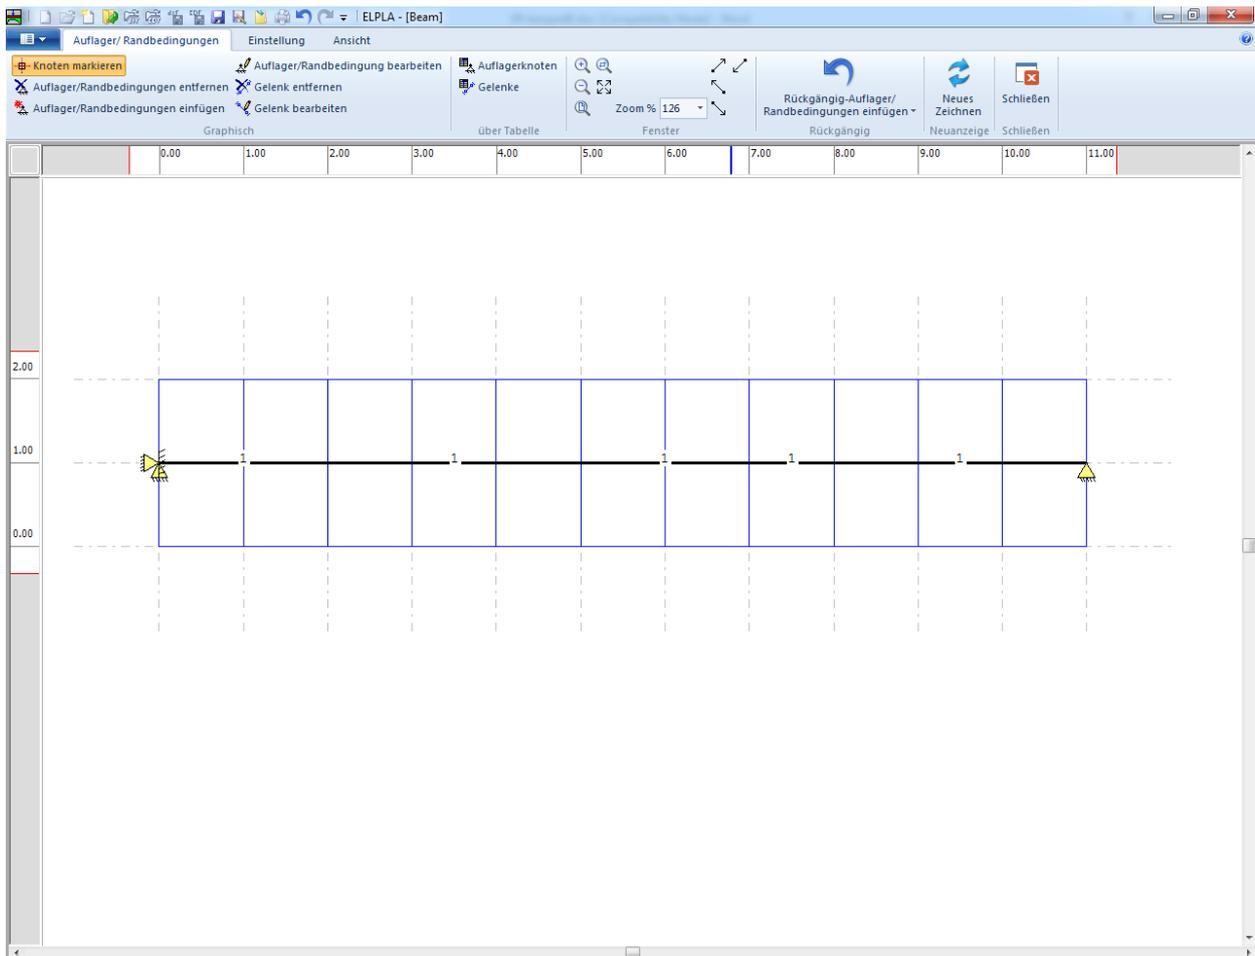

Bild 8.23 Auflager auf dem Bildschirm
Nach der Definition der Auflager sollte der Bildschirm wie das folgende Bild 8.23 aussehen.
- Wählen Sie "Speichern" aus dem "Datei"-Menü im Bild 8.23, um die Daten der Auflager zu speichern
- Wählen Sie "Schließen" aus dem "Datei"-Menü im Bild 8.23, um das Fenster "Auflager/ Randbedingungen" zu schließen und zum Hauptfenster des Programms *ELPLA* zurückzukehren